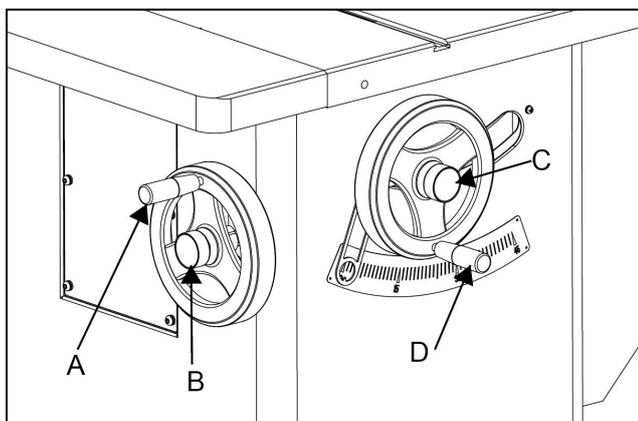

Abb.24
Um die Sägeblatthöhe einzustellen : Lockern Sie die Feststellschraube (C), wie in **Abb.24** gezeigt, und drehen Sie das Höhenrad (D). Wenn die gewünschte Höhe erreicht ist, ziehen Sie die Schraube (C) wieder fest. Das Blatt sollte 1/8" bis 1/4" über der Oberfläche des zu schneidenden Materials angehoben sein.
Um die Blattneigung einzustellen : Lockern Sie die Feststellschraube (B) und drehen Sie das Handrad (A). Wenn der gewünschte Winkel erreicht ist, ziehen Sie die Schraube (B) wieder fest. Siehe **Abb.24**.